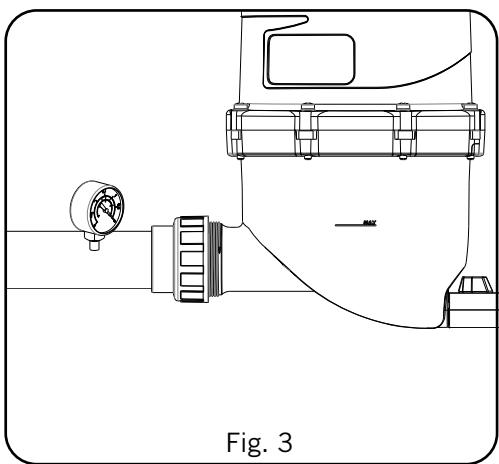

Fig. 3
9. Recomenda-se a colocação de um manômetro à entrada do HydroSpin. (Fig. 3 - pag.16)